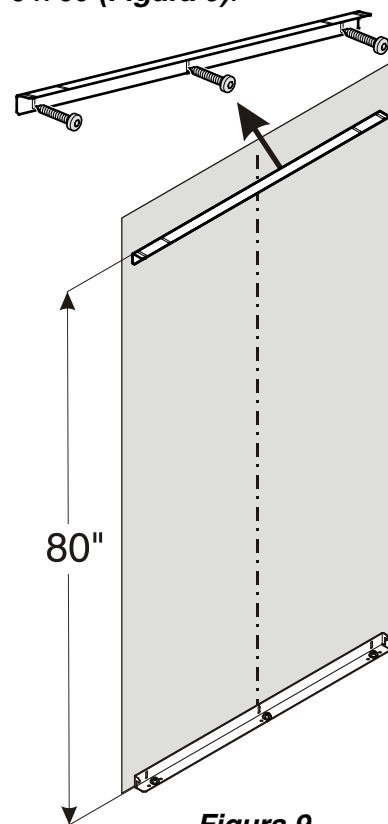

Figura 9
1. Montar la escuadra anti-inclinación adjunta en la pared con tornillos 6 x 60 (Figura 9).